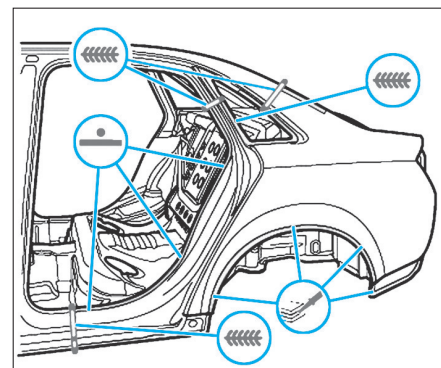

FIG. 45
- Souder le panneau latéral, soudeuse par points en ligne droite (Fig.45).